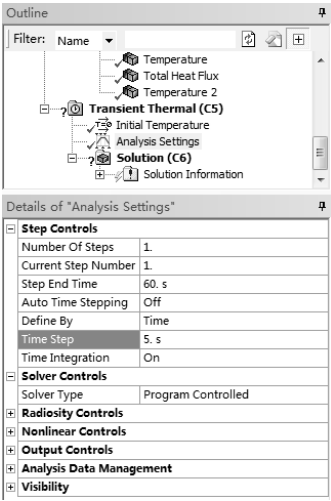

图 11-55 分析设置
2) 在【Transient Thermal (C5)】下选择【Analysis Setting】节点, 在详细设置窗口中设置【Step End Time (分析结束时间)】为 60s, 【Auto Time Stepping】为 Off, 【Time Step (时间步长)】为 5s, 如图 11-55 所示。